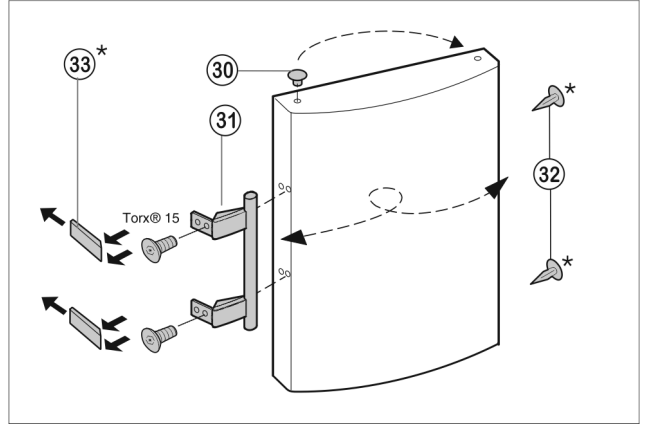

Fig. 9
- Tapayı Fig. 9 (30) kapı yatağı kovanından kaldırın ve değiştirin.
- Kapı kolunu Fig. 9 (31), tapaları Fig. 9 (32) ve baskı plakalarını Fig. 9 (33) sökün ve karşı tarafa ayarlayın.